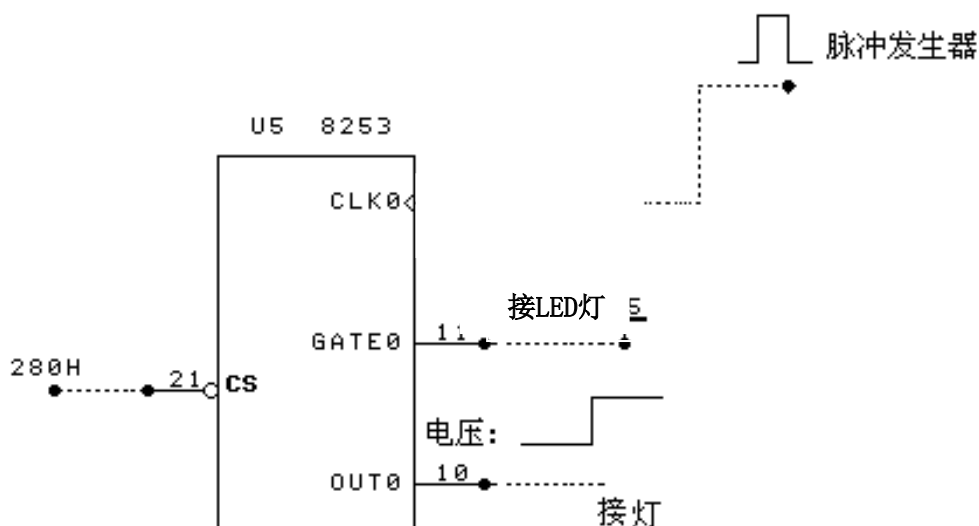

图3-1 定时计数器实验电路连接图
- 1、按图3-1虚线连接电路，将计数器0设置为方式0，计数器初值为N(N=4)，用手动逐个输入单脉冲，编程使计数值在屏幕上显示，并通过LED灯观察OUT0电平变化。
- 2、利用图3-1连接的电路，实现方式1~方式5的验证。（注意：对于需要硬件触发的方式1和方式5，GATE0需接到脉冲发生器产生负向脉冲的插孔上，以便产生上升沿的启动信号。）